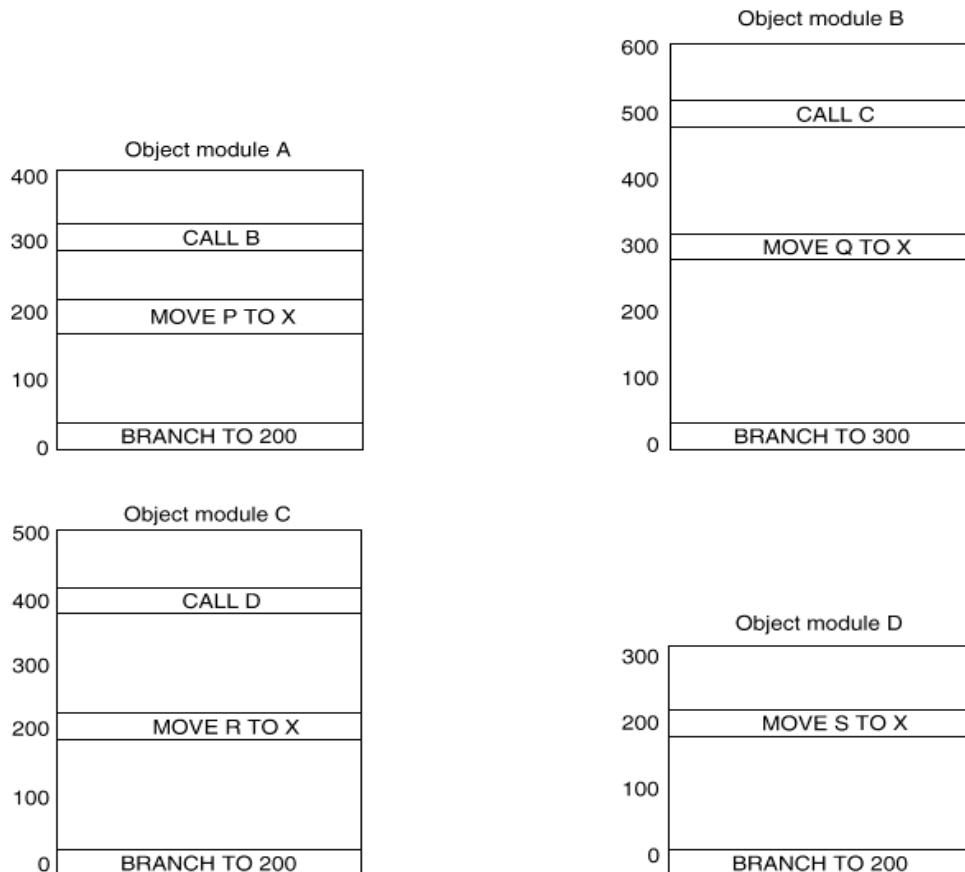

Figura 1: Cada módulo isoladamente possui o seu próprio espaço de endereçamento.
- O ligador, ao realizar a ligação e realocação, deverá alterar os endereços que fazem referência ao PC e também os endereços destinados à memória de dados para não ter conflito entre os módulos. Note que cada módulo possui o seu próprio espaço de endereçamento (Figura 1) e, após a ligação e relocação, o endereçamento de cada módulo é reajustado.